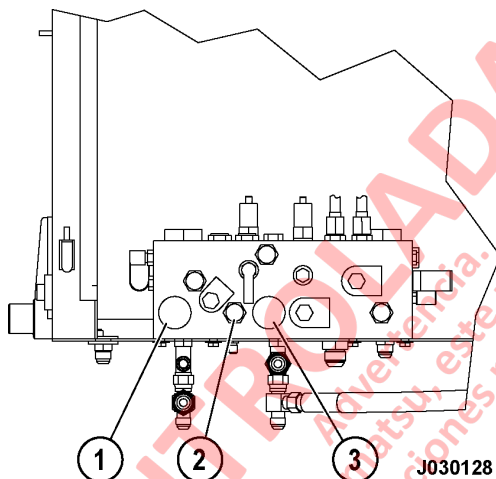

FIGURA 7-2. MÚLTIPLE DE FRENOS
2. Coloque la palanca selectora de marcha en ESTACIONAMIENTO y active el interruptor de descanso. Luego coloque el interruptor de arranque en OFF para apagar el motor y espere 90 segundos para que los acumuladores del sistema de dirección se purguen. Abra las válvulas de purga (1) y (3, Figura 7-2) para purgar los acumuladores de freno.